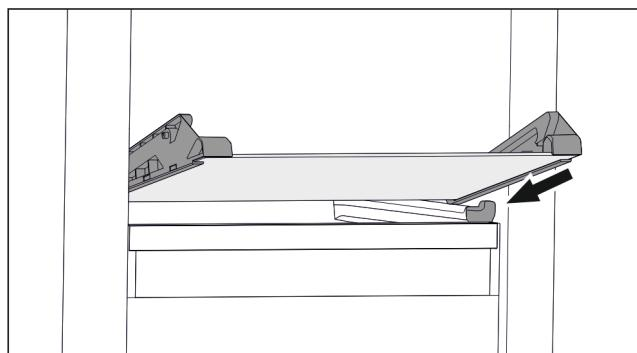

Fig. 71 Скляна пластина відкидного висувного ящика
- ▶ Встановити скляну пластину за стопорами навскоси. (див. Fig. 71)